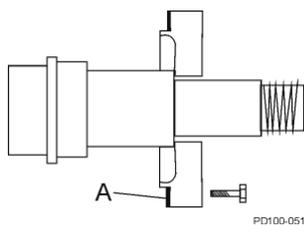

Ilustración 43 - Retirar el sellador de las fijaciones
4. Retire el sellador de silicona (Ilustración 43, elemento A) de la fijación del rodamiento y de la caja de engranajes.